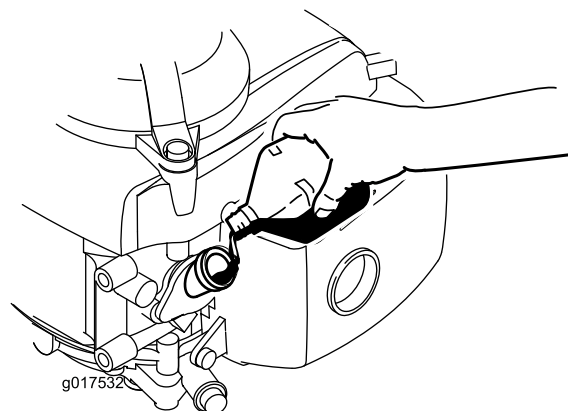

Figura 6
3. **Lentamente**, vierta aceite en el tapón de llenado de aceite, espere 3 minutos y compruebe el nivel de aceite en la varilla, limpiando la varilla e insertándola **sin enroscar** en el orificio (Figura 6).